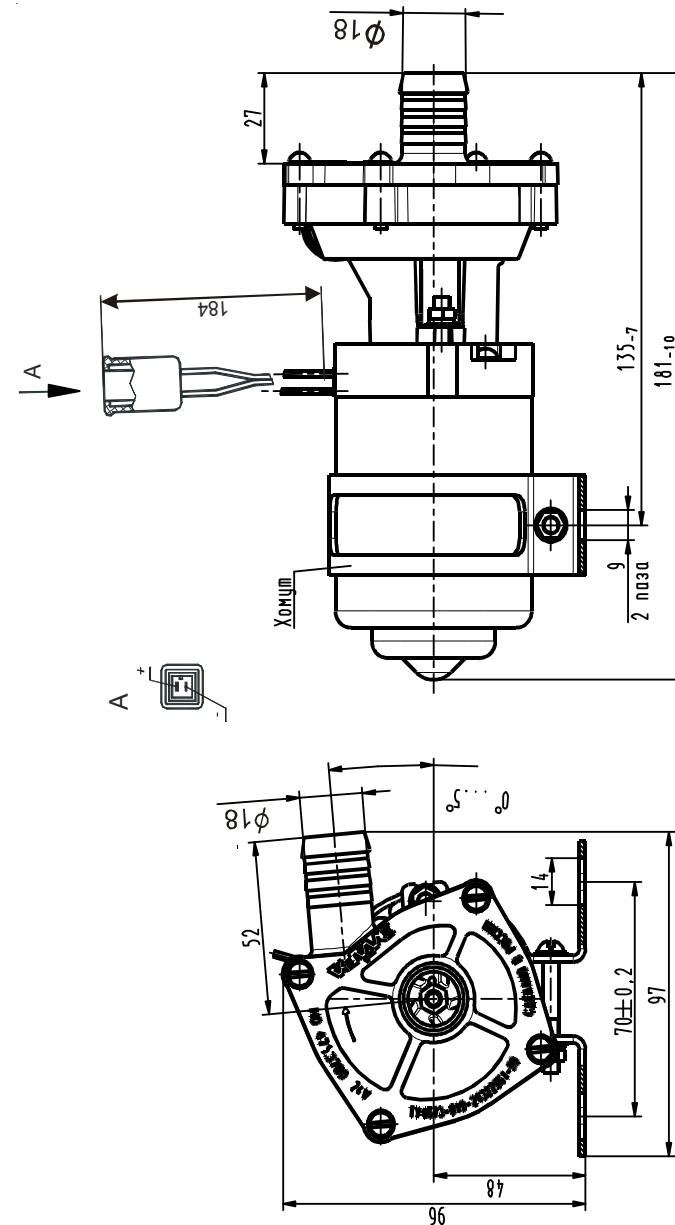

Рисунок 8 - Электронасос жидкостный
- жидкостного электронасоса (рисунок 8);
При включении подогревателя топливо, от электромагнитного плунжерного топливного насоса 12 поступает через штулку свечи накаливания 4, смешивается с воздухом, подаваемым нагнетателем воздуха 3 через воздухоподводящий патрубок, и образованная смесь воспламеняется от раскаленной спирали свечи накаливания 4, после чего свеча отключается. Горение поддерживается за счет постоянного поступления топливовоздушной смеси, которая сжигается во внутренней (жаровой) трубе теплообменника. Раскаленные газы продуктов сгорания нагревают стенки теплообменника, выполненного из четырех цилиндров, образующих наружную и внутреннюю жидкостные рубашки, омываемые охлаждающей жидкостью, которую с момента включения подогревателя подает жидкостный электронасос (рисунок 8).